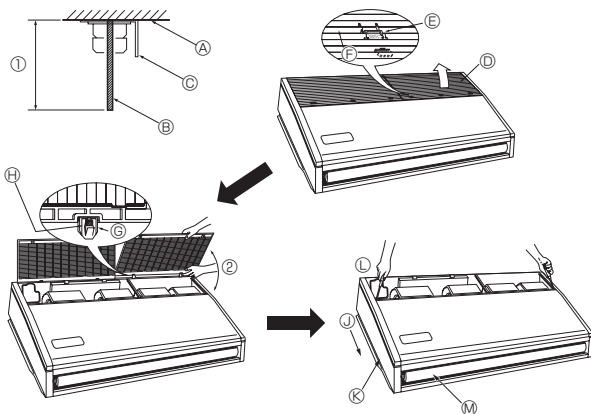

Fig. 3-4
3.2.4. Preparación de la unidad interior (Fig. 3-4)